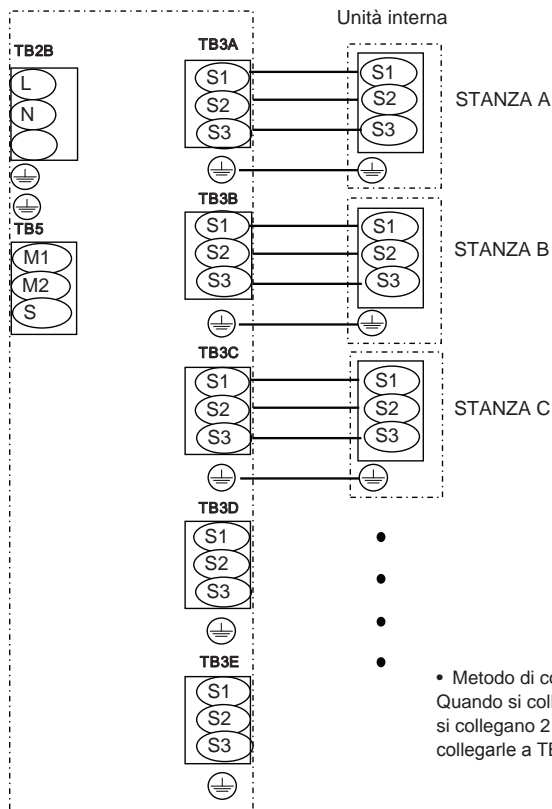

Fig. 8-9
8.2. Procedura di cablaggio esterno (Fig. 8-8, Fig. 8-9)